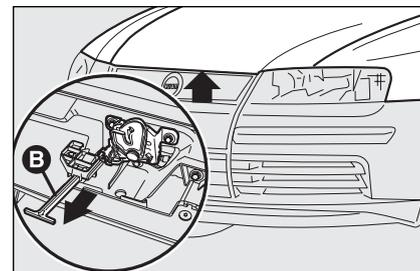

fig. 119
- tirer le levier **B-fig. 119** et soulever le capot.